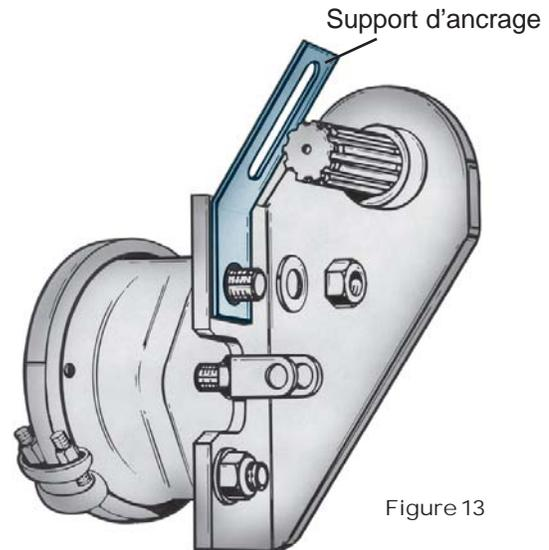

Figure 13
- Installez le support d'ancrage sans le serrer, tel que sur l'illustration (Fig.13).